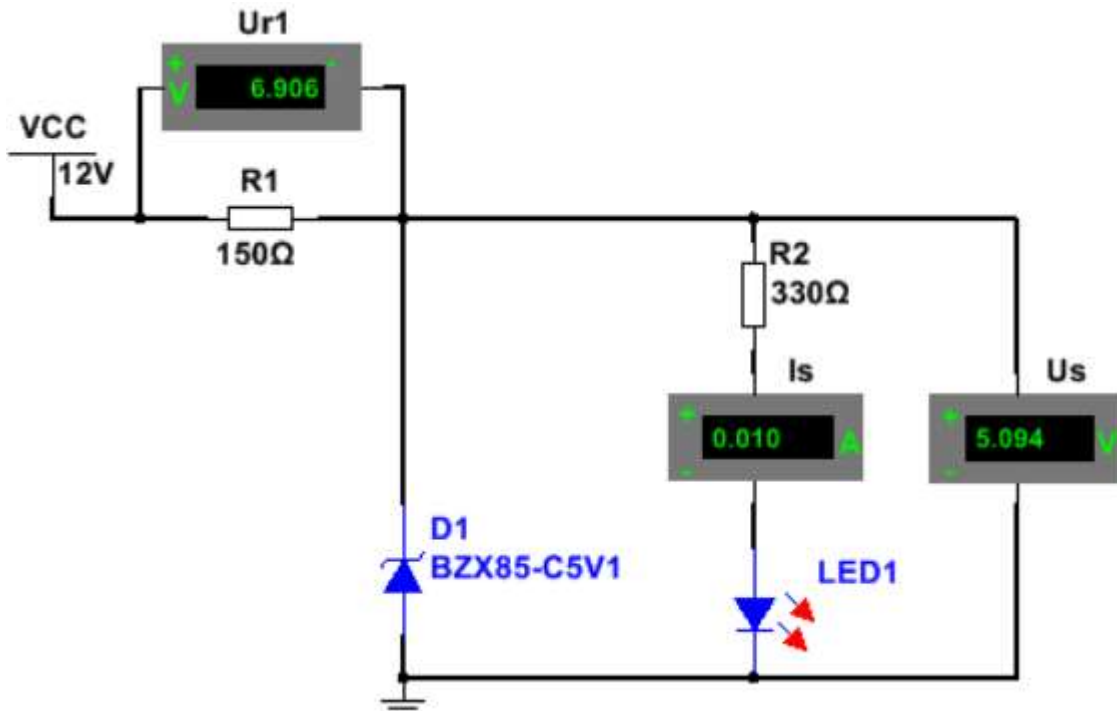

Figura 3.3 Stabilizator de tensiune în raport cu variația tensiunii de alimentare
1. Realizează cu simulatorul schema electronică din **figura 3.3**;
- Realizează pe placa de probă montajul schemei din **figura 3.3**;